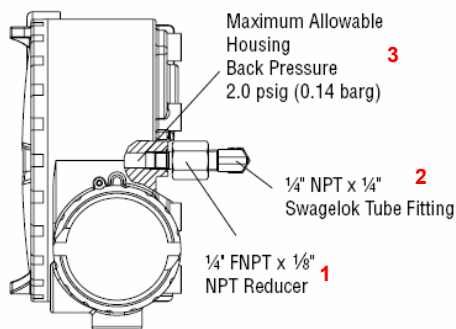

Рисунок 19. Штуцер сброса газа из главного корпуса позиционера
9.1 Система отвода газа (см. рис. 19 и 20)
В позиционере Logix 3200IQ необходимо сбрасывать давление из двух камер: главной камеры корпуса и камеры золотникового клапана (рис. 19 и 20). Штуцер сброса давления из главной камеры корпуса находится сзади позиционера (см. рис. 19). В поставляемых с завода-изготовителя позиционерах Logix 3200IQ в исполнении со сбросом газа в штуцере сброса среды из главной камеры установлен фитинг, к которому подключается трубная разводка для отвода сбрасываемого природного газа в безопасное место.